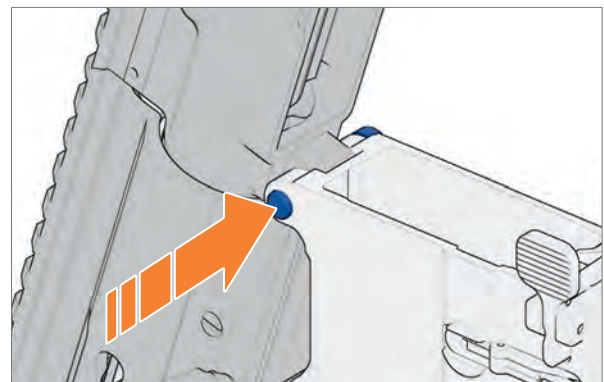

Abb. 92: Vorderen Haltebolzen eindrücken
4. Vorderen Haltebolzen nach rechts eindrücken und bis zur Demontageposition herausziehen (Abb. 92).